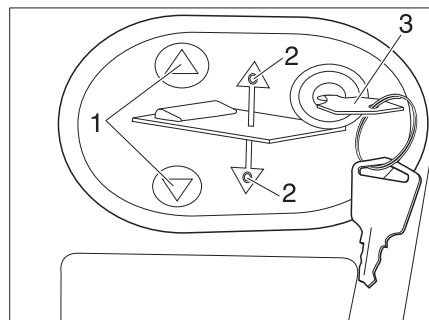

Fig. 162 Panel de mando de la cama elevada eléctrica
- Introducir la llave (Fig. 162, 3) en el panel de mando (Fig. 162, 2).
- Pulsar y mantener pulsada la tecla  o  (Fig. 162, 1). El LED correspondiente (Fig. 162, 2) se enciende y la cama elevada se baja o se levanta.
- Cuando se alcanza la posición deseada, soltar la tecla  o  (Fig. 162, 1). El LED correspondiente (Fig. 162, 2) se apaga.
- Extraer la llave (Fig. 162, 3).